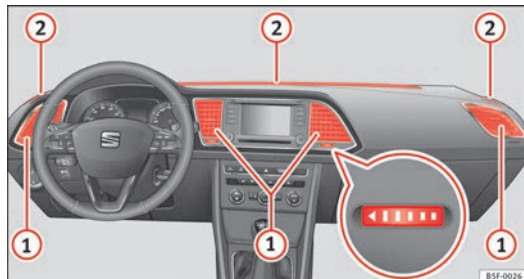

Fig. 116 No tablier: difusores de saída do ar.
Para assegurar o aquecimento, refrigeração e ventilação dentro do habitáculo, os difusores de saída do ar ⇒ Fig. 116 ① devem permanecer abertos.